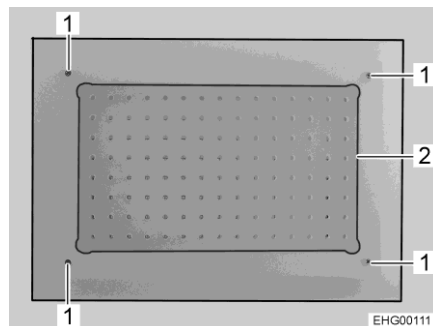

Fig. 316 Lámpara de techo
- Desenroscar los 4 tornillos (Fig. 316,1).
- Quitar la placa de cristal (Fig. 316,2) con los LED montados de modo fijo.
- Posicionar la nueva placa de cristal incluyendo los LED y enroscar los 4 tornillos (Fig. 316,1).